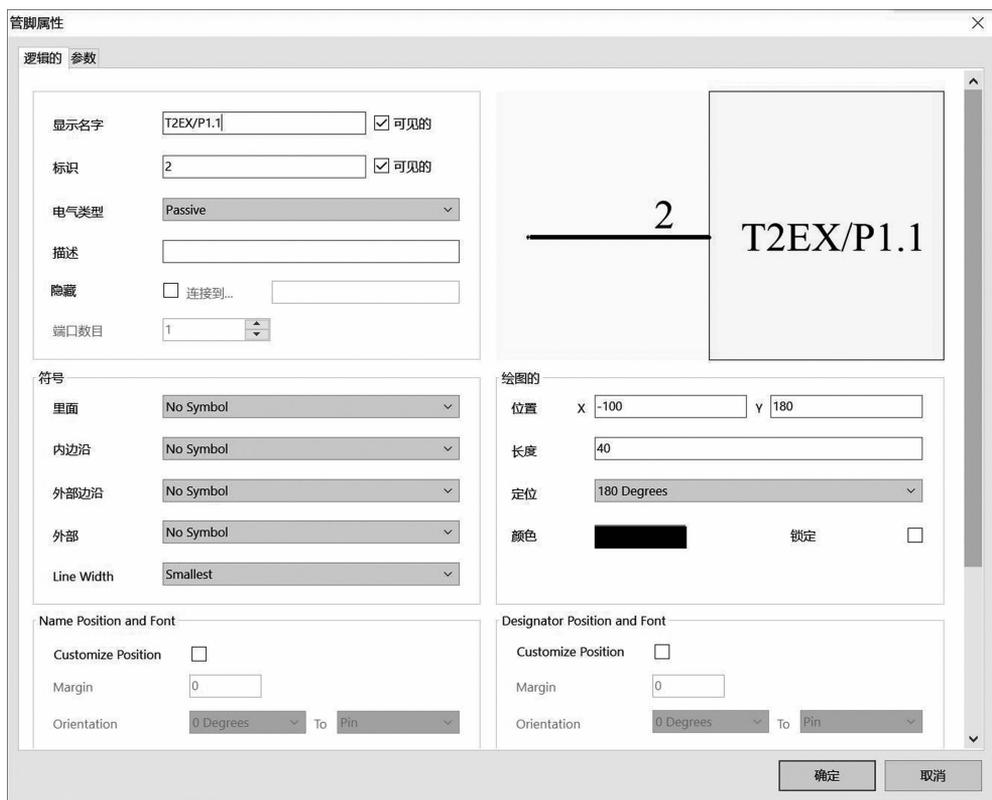
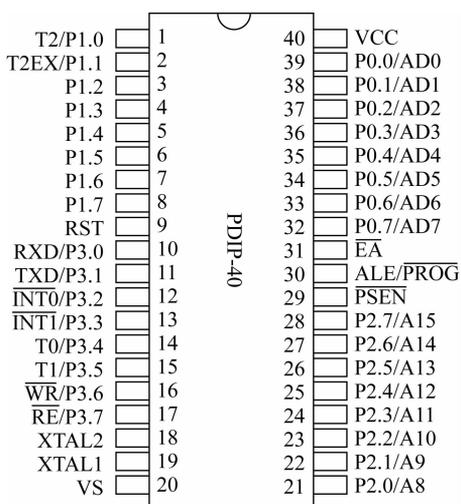

图 4-41 元件引脚属性对话框
图 4-42 STC89C52 引脚图
(3) 在放置引脚时按下 Tab 键, 或者双击已放置的引脚, 系统弹出如图 4-41 所示的元件引脚属性对话框, 在该对话框中可以完成引脚的各项属性设置, 而引脚属性及名称通常根据器件本身的引脚意义及名称定义, 如图 4-42 所示为 STC89C52 的引脚图。